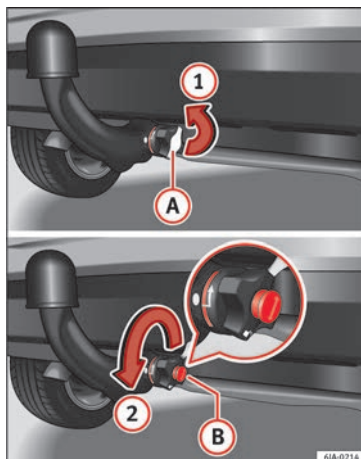

Fig. 105 Retirar a tampa da fechadura/abrir a fechadura com a chave.
- Retire a tampa **(C)** que cobre a fechadura da roda manual no sentido da seta **(1)** » **Fig. 105**.